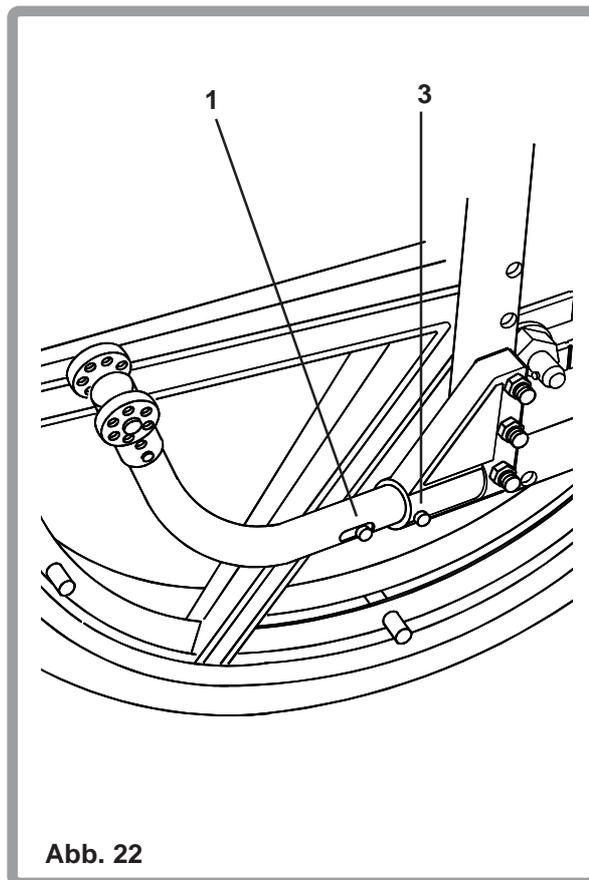

Abb. 22
Die Anti-Kippstütze kann 180° nach oben gedreht werden (Abb. 22). Drücken Sie dazu den Federclip (1) auf der Anti-Kippstütze hinein und drehen die Anti-Kippstütze nach oben, bis der Verriegelungsstift (3) in dem Loch der Halterung eingerastet ist.